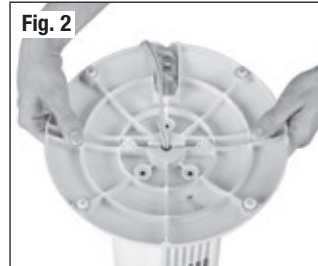

Fig. 2
- Aligner les parties avant et arrière de l'assemblage de la base et les emboîter fermement l'une dans l'autre en poussant les 4 protubérances rondes dans les cercles adjacents des pièces de fixation (Fig. 2).